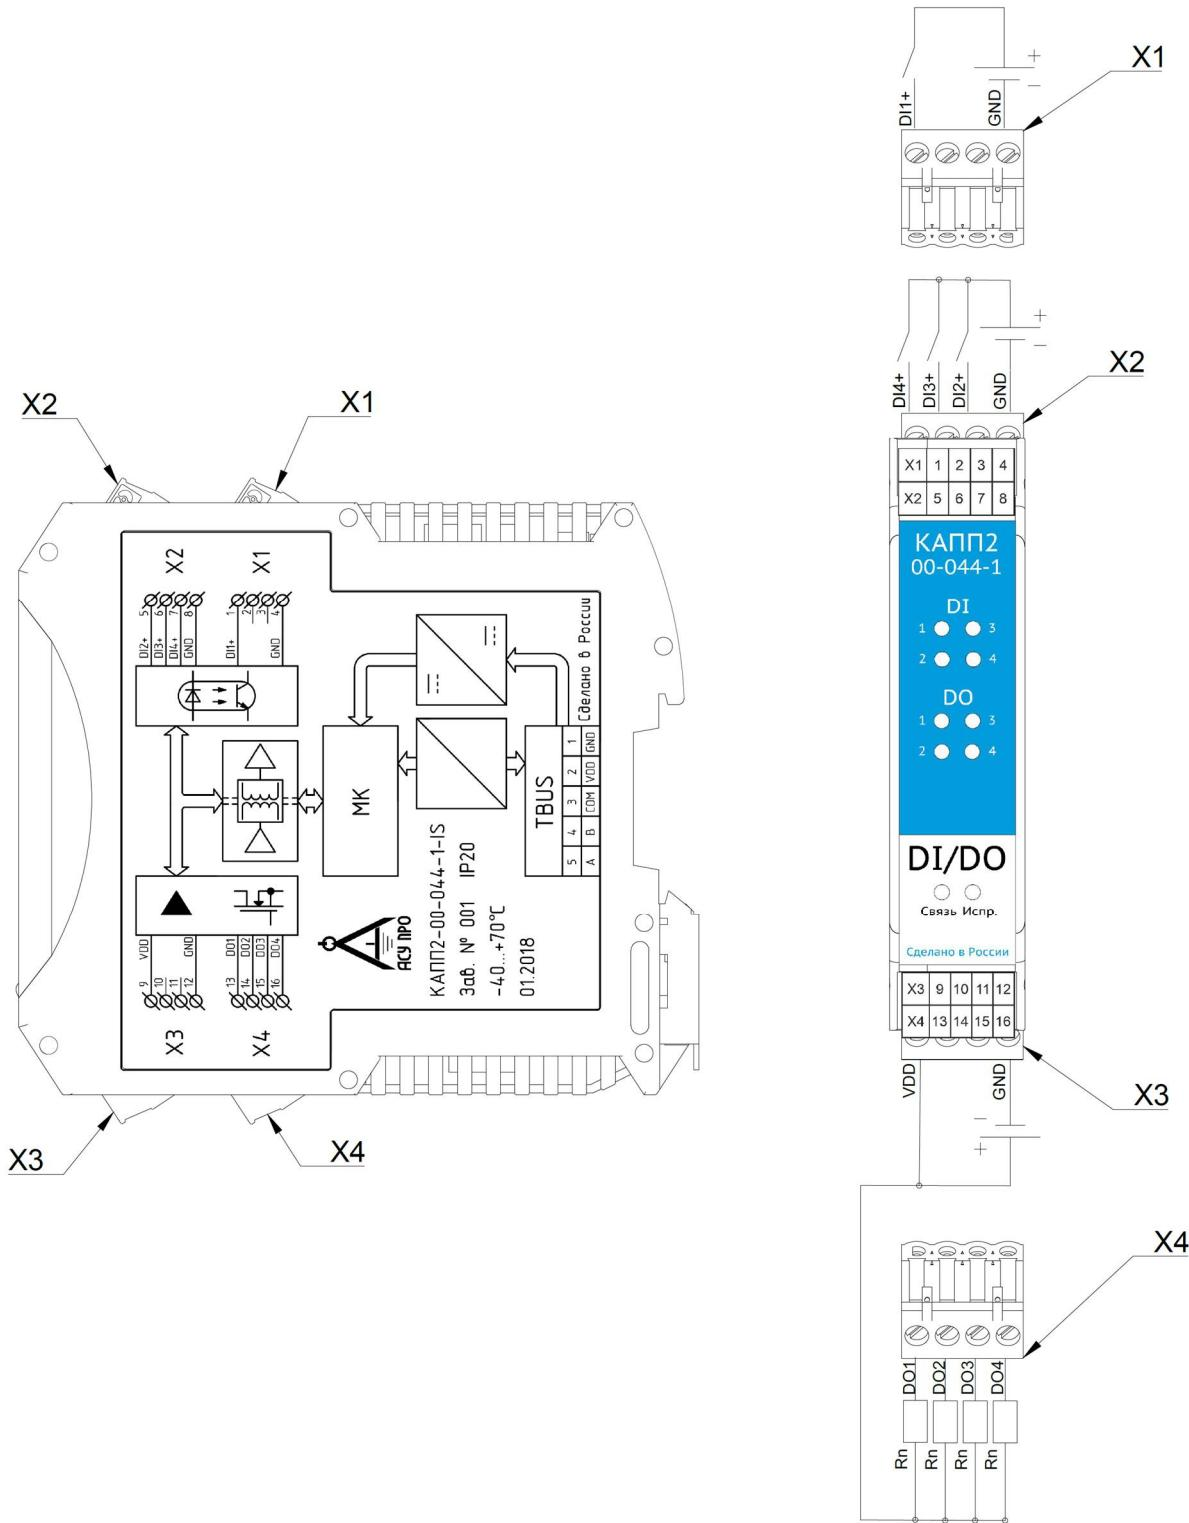

Рисунок 2 – Схема соединений модуля КАП2-00-044-1
2.2.2.1 Питание модуля следует осуществлять от локального блока питания подходящей мощности, установленного совместно с модулем в шкафу электрооборудования. Во внешней цепи блока питания рекомендуется установить выключатель, обеспечивающий отключение модуля от сети. Подключение питания осуществляется через шину TBUS (см. рисунок 2).